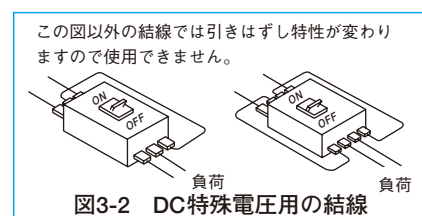

図3-2 DC特殊電圧用の結線
(2) 引きはずし特性はありませんが、結線は図3-2の結線でご使用ください。
(3) 標準でCEマークを表示しています。